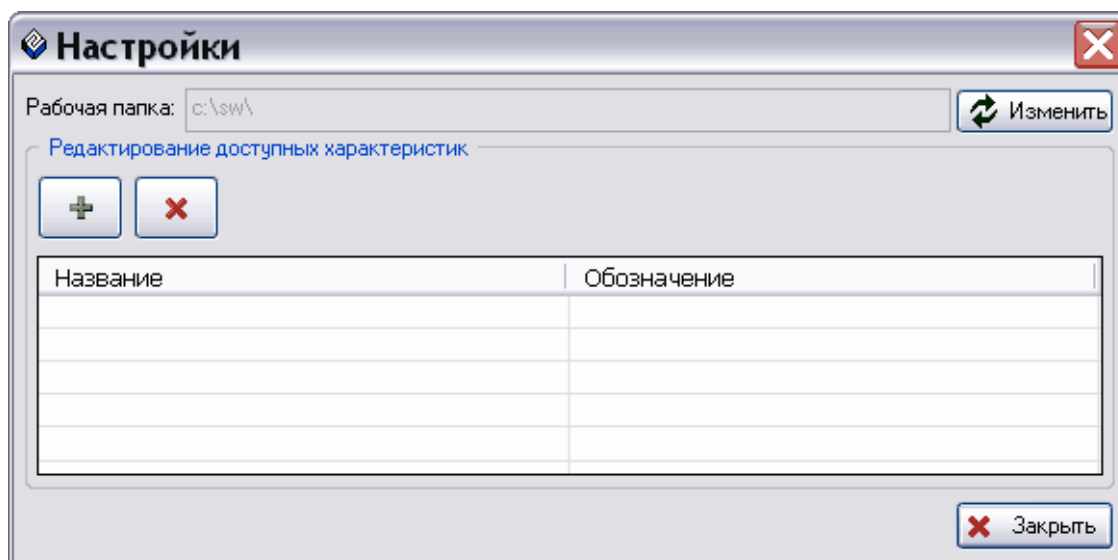

Рис. 11
1. В окне SolidWorks в меню **PDM STEP Suite** выберите команду **Настройка интеграции** или на панели инструментов PSS нажмите на кнопку **Настройка интеграции** . При этом появится диалоговое окно **Настройки** (Рис. 11).